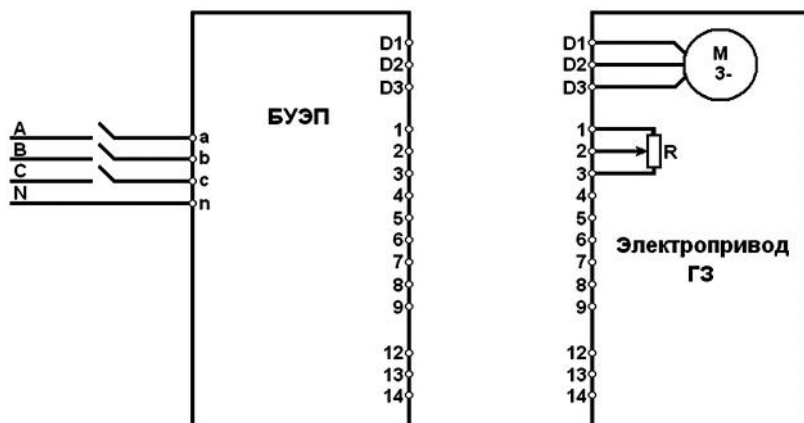

Рис.5 Блок-схема подключения БУЭП к электроприводу
В случае использования для дистанционного управления электроприводом ГЗ-А.70 блока БУЭП-2 применяется схема, приведенная на Рис. 5.
Перед включением электропривода необходимо убедиться, что рычаг переключения режимов находится в положении работы привода от электродвигателя. Снять крышку клеммной колодки (16) (рис.1). Подключить электропривод согласно электрической схеме (рис.4). Установить крышку (16) (рис. 1). Далее проверить направление движения затвора арматуры при работе от электродвигателя на открытие и закрытие: диск индикатора положения затвора арматуры должен вращаться в сторону закрытия (открытия). Пуск осуществлять на короткое время, позволяющее определить направление движения выходного вала. Если диск будет вращаться в направлении обратном заданному, поменяйте местами фазы (А, В, С) питающего напряжения на силовом щите: (А и В, или А и С, или В и С) (рис. 4, рис. 5). После этого повторить проверку.